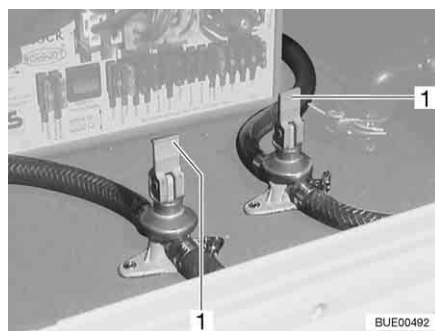

Fig. 180 Robinets de vidange
- Ouvrir les robinets de vidange. Pour cela, placer le levier à bascule (Fig. 180,1) en position verticale.